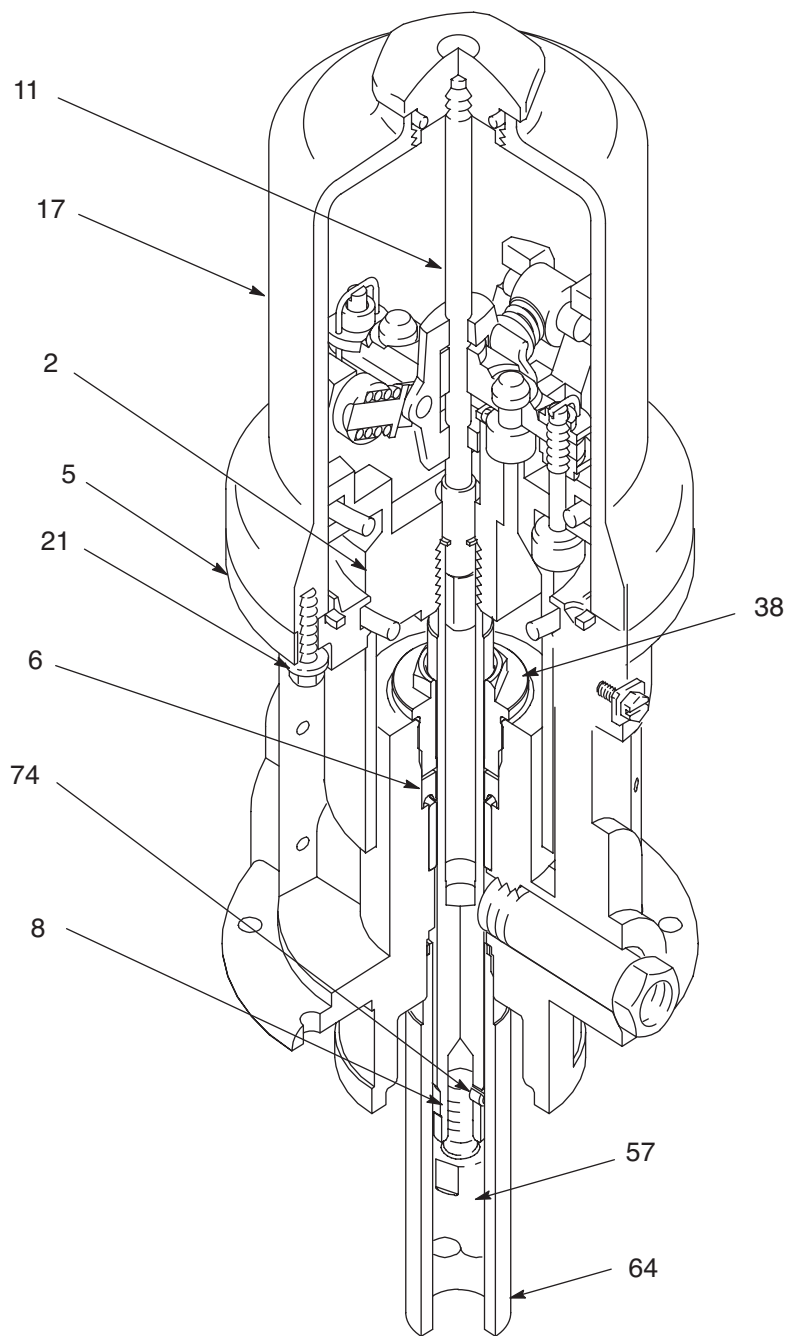

FIG. 4
В описании процедуры применяются обозначения, используемые на Fig. 4.
3. Отсоедините шланги, снимите насос с держателя и зажмите в тисках основание (5) пневмодвигателя.
4. Выкрутите удлинительную трубку (64) из основания (5) двигателя с помощью ленточного или трубного ключа. Выкрутите удлинительную трубку (64) из основания (5) двигателя с помощью ленточного или трубного ключа Fig. 4.
5. Опустите до упора удлинительный стержень (57), чтобы получить доступ к поршневому штоку (8).
6. Извлеките цилиндрический штифт (74) из поршневого штока (8) с помощью молотка и зубила. Выкрутите из поршневого штока удлинительный стержень (57).
7. Надавите на поршневой шток (8) руками, чтобы как можно выше поднять поршень (2) пневмодвигателя. Ослабьте гайку крышки цилиндра (29a или 29b). Поднимите гайку. Сожмите блокировочный шток
(11) плоскогубцами с накладками и снимите гайку со штока. (Fig. 4)
2. Проверьте, нет ли царапин или признаков износа на полированных поверхностях поршня (2) и поршневого штока (8) и на стенках цилиндра (17). Шероховатости на штоке являются причиной преждевременного износа и протекания щелевых уплотнений.
4. Установите новое щелевое уплотнение(6) **кромками вниз**. Закрутите герметизирующую гайку (38) на основании (5).
5. Вставьте поршневой шток (8) в щель и опустите поршень (2) в основание (5). Убедитесь в том, что уплотнительные кольца (9, 10 и 24) находятся на своих местах. (FIG. 4)